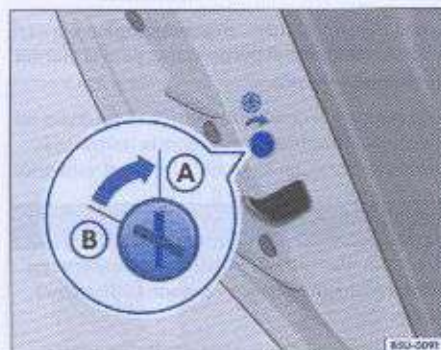
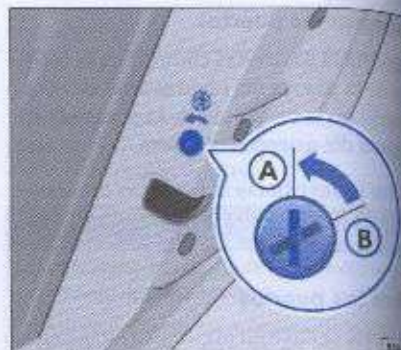

Fig. 49 Traba de seguridad para niños en la puerta trasera izquierda: (A) accionada, (B) desaccionada
Fig. 50 Traba de seguridad para niños en la puerta trasera derecha: (A) accionada, (B) desaccionada
- Gire, con la llave del vehículo, la ramura a la posición ⇒ fig. 49 (A) o ⇒ fig. 50 (A).
- Gire, con la llave del vehículo, la ramura a la posición ⇒ fig. 49 (B) o ⇒ fig. 50 (B).